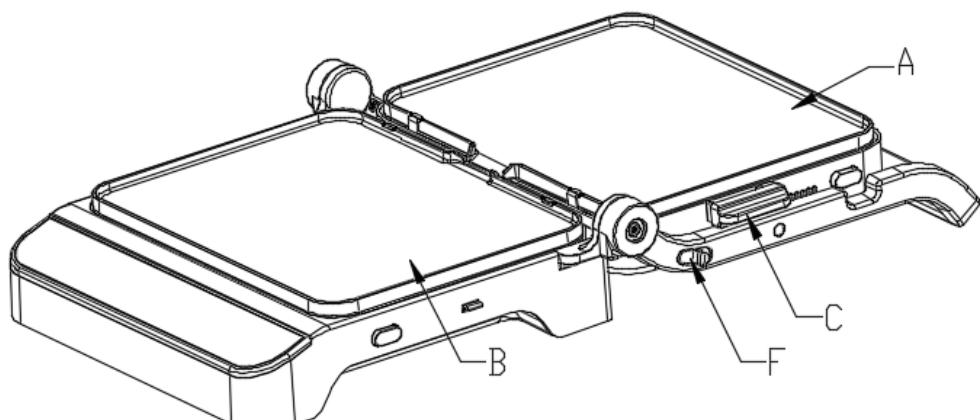

Рис. 5
**3. Полностью раскрытое** состояние гриля (барбекю-площадка) — состояние при котором верхняя часть «A» распахивается полностью, используя в качестве упора ручку для переноски 13 (рис. 1), при этом верхняя пластина образует с нижней угол 180°, как показано на рис. 5. Такое состояние также используется для приготовления продуктов открытым способом.
- затем потяните к центру прибора ключ разблокировки «F» (рис. 5), находящийся на правой стороне рамки ручки для переноски гриля и придерживая саму ручку, аккуратно опустите её на поверхность опоры. В результате верхняя пластина образует с нижней угол 180°, как показано на рис. 5;